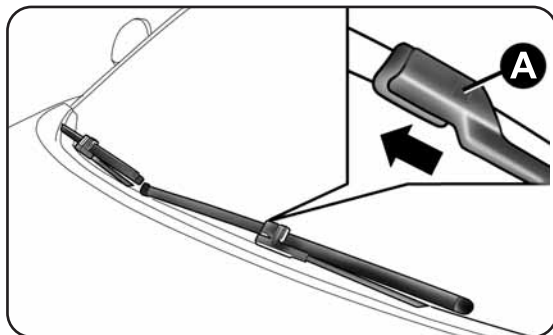

fig. 166
- soulever le bras de l'essuie-glace, appuyer sur la languette A-fig. 166 du ressort de fixation et extraire le balai hors du bras ;